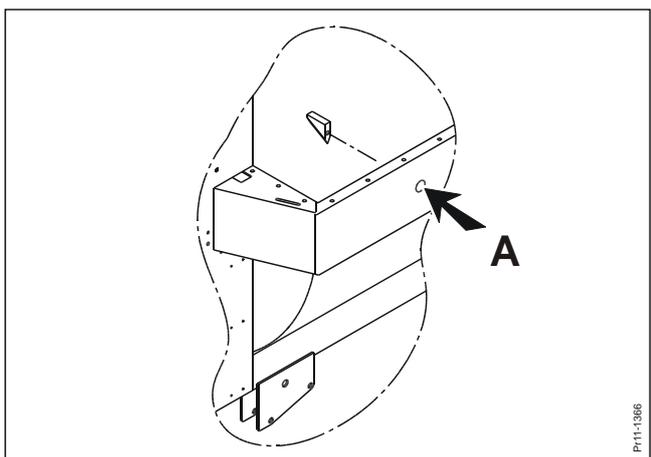

Fig. 9.9
Fig. 9.9 **IMPORTANT:** Les boulons (A) des contre-couteaux doivent être resserrés après chaque mélange. Cela s'applique aux trois premiers mélanges. Ensuite procéder **une fois par mois** à 600 Nm.